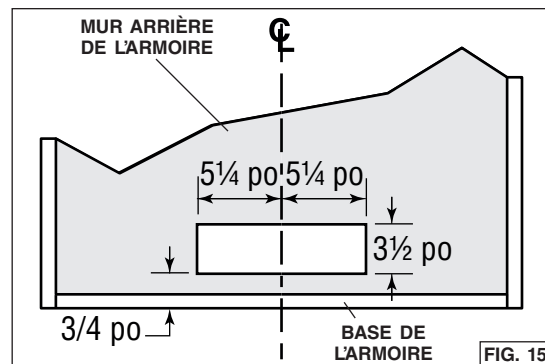

FIG. 15
8. Découper le trou pour l'évacuation horizontale dans le mur arrière de l'armoire aux dimensions indiquées. (FIG. 15).